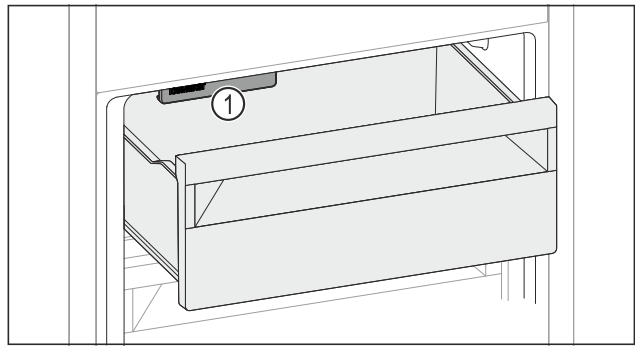

Fig. 115
- ▶ Rekening houden met IceMaker Fig. 115 (1).